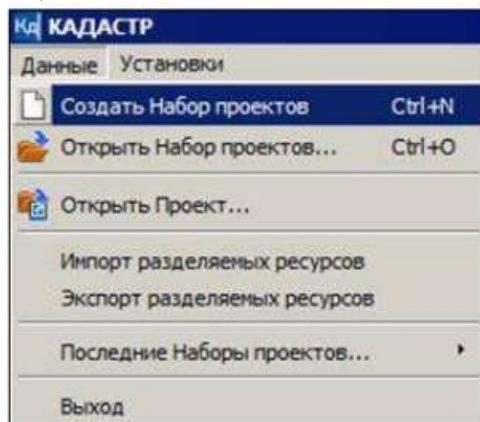

Рисунок 26 – Запуск программы КАДАСТР
2. Создайте новый набор проектов. Для этого выполните команду **Создать Набор Проектов** (рис. 26) в меню **Данные** (<Ctrl + N>).